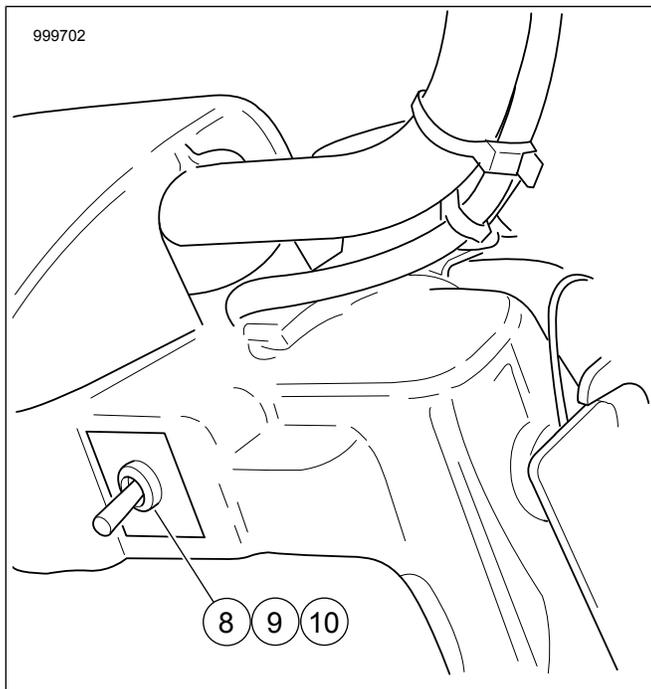

Figura 6. Ubicación del interruptor sin fuselaje
- b. **Vehículos sin fuselaje:** Vea Figura 6 . Instale la tuerca (8), la etiqueta (9) y el interruptor (10) en el agujero de acceso derecho. Enchufe el interruptor al arnés que se encuentra debajo de la nacela del faro delantero. En **FLRT**, el conector [205] se encuentra debajo del tanque de combustible en una caja de cables plástica. Vea el manual de servicio.